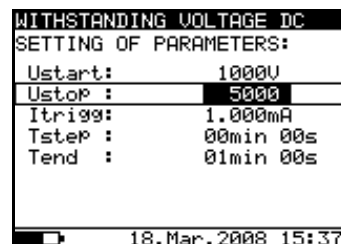

Bild 30. Einstellmenü bei der Funktion Stehspannungsprüfung
- Drücken Sie die Taste **SELECT**. (Das Einstellmenü erscheint im Display, siehe **Bild 30**).